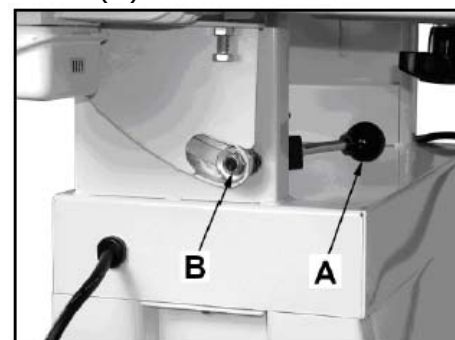

Рис. 13
Отключите станок от эл.питания. Зажимная функция рукоятки (A) (Рис. 13) регулируется. Для этого установлены самоконтрящаяся гайка (B).
Если немного ослабить крепление двигателя (A) (Рис. 13), с помощью регулировочных винтов (B) можно изменить движение ленты.